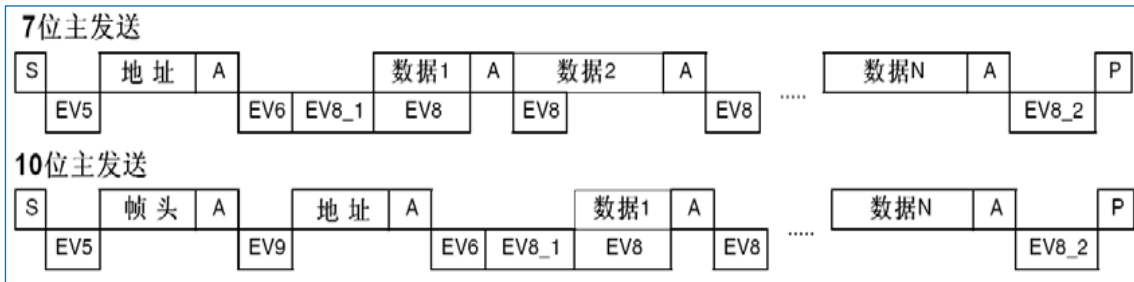
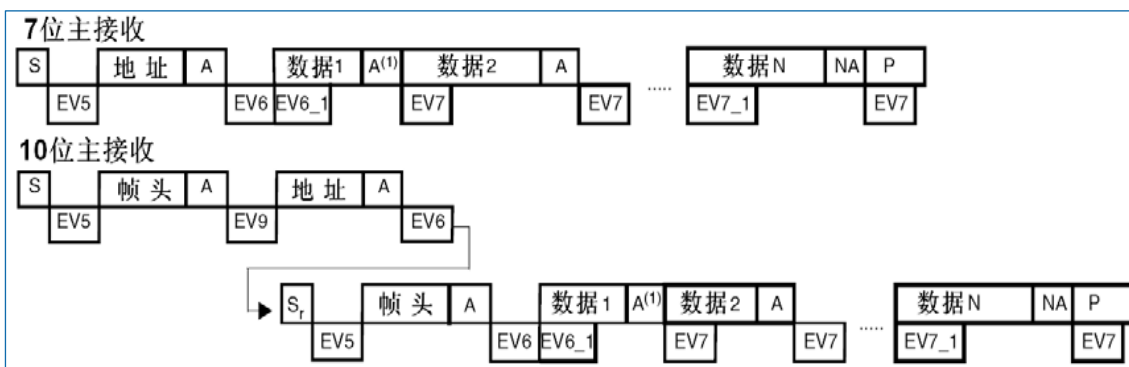

图 20-5 主发送器传送序列图
图 20-6 主接收器传送序列图
然后主设备等待读 SR1 寄存器，紧跟着将从地址写入 DR 寄存器（见图 20-5 和图 20-6 的 EV5）。
- ADD10 位被硬件置位，如果设置了 ITEVFEN 位，则产生一个中断。然后主设备等待读 SR1 寄存器，再将第二个地址字节写入 DR 寄存器（见图 20-5 和图 20-6）。
- - ADDR 位被硬件置位，如果设置了 ITEVFEN 位，则产生一个中断。随后主设备等待一次读 SR1 寄存器，跟着读 SR2 寄存器（见图 20-5 和图 20-6）。
- ADDR 位被硬件置位，如果设置了 ITEVFEN 位，则产生一个中断。随后主设备等待一次读 SR1 寄存器，跟着读 SR2 寄存器（见图 20-5 和图 20-6）。
主设备等待，直到 TxE 被清除，（见图 20-5 的 EV8）。
在 DR 寄存器中写入最后一个字节后，通过设置 STOP 位产生一个停止条件（见图 20-5 的 EV8_2），
2. 硬件设置 RxNE=1，如果设置了 INEVFEN 和 ITBUFEN 位，则会产生一个中断（见图 20-6 的 EV7）。